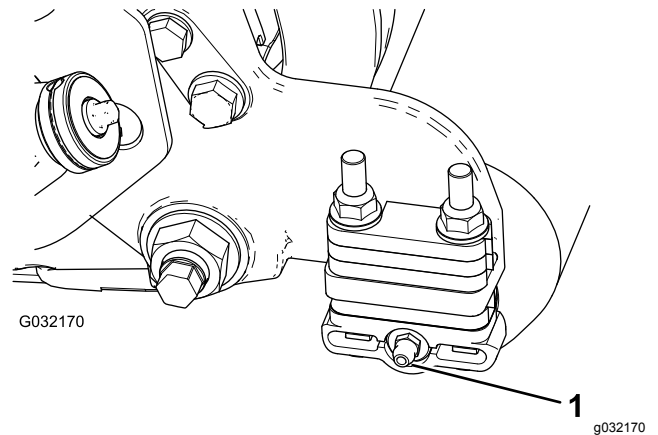

Figura 2
2. Instale el engrasador de 90° orientado hacia atrás (**Figura 2**).